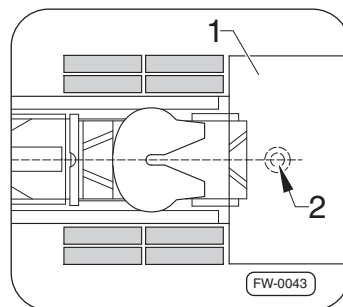

Abb. 12 · Sattelzugmaschine und Sattelaufleger ausrichten
4. Die Sattelzugmaschine vor dem Sattelaufleger ⇒Abb. 12, –Pos. 1– positionieren .